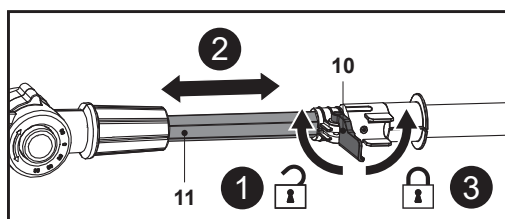

Fig. 24
1. Slăbește pârghia de blocare (10) (fig. 24, pasul 1).
2. Reglează la lungimea necesară trăgând afară sau împingând înăuntru tija prelungitoare (11) (fig. 24, pasul 2).
3. Fixează poziția tijei prelungitoare (11) strângând pârghia de blocare (10) înapoi în poziția inițială (fig. 24, pasul 3).